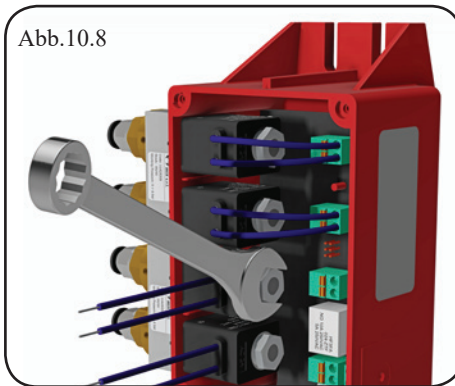

Abb.10.8
- Mit einem 14-mm-Schraubenschlüssel mit festen Backen die Befestigungsmutter der Spule lösen und abnehmen, dabei die Unterlegscheibe aufheben (Abb.10.8).